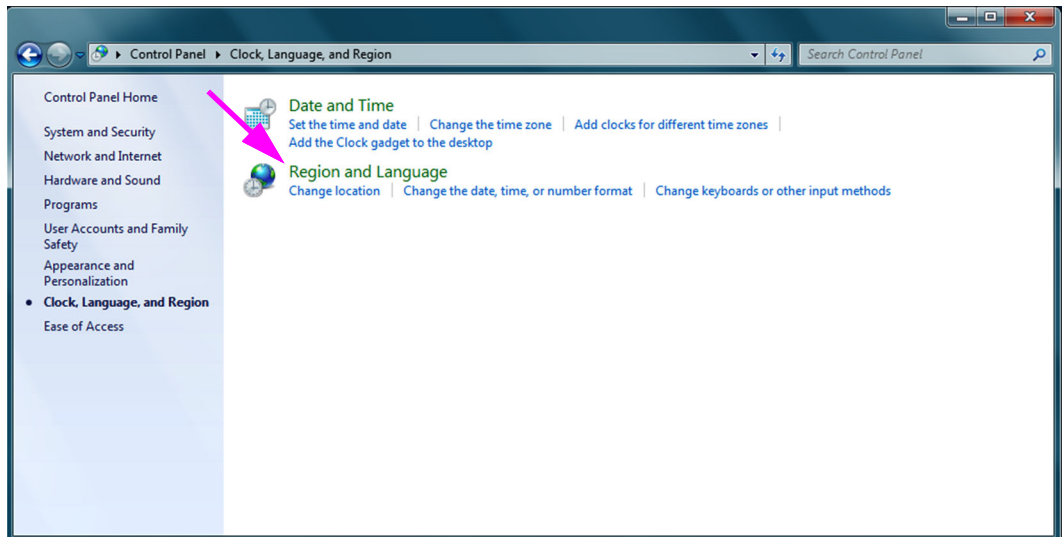

Figura C-2. Ventana Clock, Language, and Region (Reloj, idioma y región)
4. Aparece la ventana de Clock, Language and Region (Reloj, idioma y región) (consulte la Figura C-2). Haga clic en **Region and Language (Configuración regional y de idioma)**.